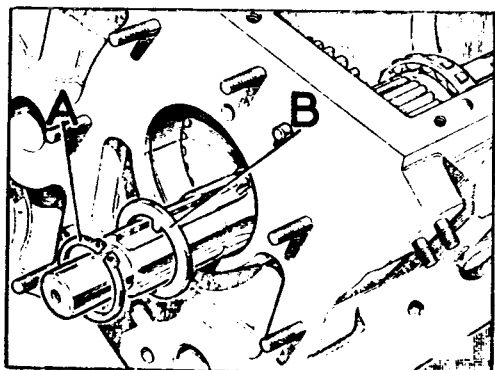

Fig. C1-37 Elementos de fijación de los piñones del eje de salida
- 1.8. Extraer el arillo-fiador, A (Fig. C1-37) y la arandela de empuje, B, del eje de salida, y retirar el eje a través de los piñones, sacando éstos por la parte inferior del cárter.